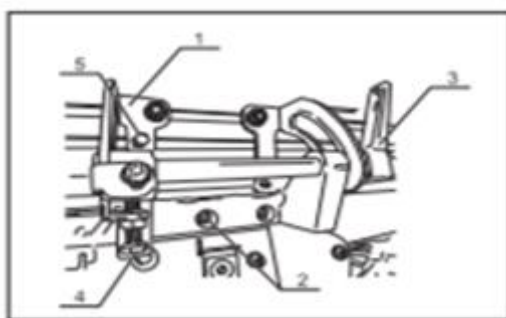

Рис. 2 Сборка станка
6.4.2 Сборка ограничителя хода (Рис. 2)
6.4.3 Установка ограждения строгального станка (Рис. 2)